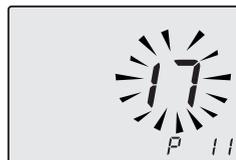

Figura 5.39
- Scorrere i vari parametri utilizzando i tasti 16 o 17 fino a far apparire sul display LCD le lettere **P11** e valore del parametro, indicanti l'entrata nel "parametro 11" (Figura 5.39).